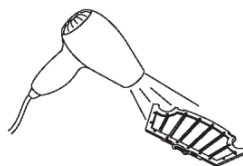

Рис.5
5. Продуйте фильтр феном для волос или прочистите щеткой (См. рис. 5 и 6)